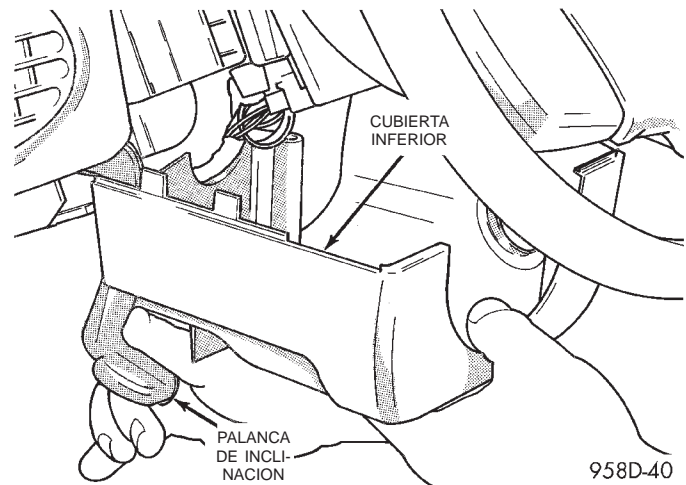

Fig. 57 Desmontaje de la cubierta inferior
(9) Sujete hacia abajo la palanca de inclinación del volante y deslice la cubierta inferior hacia adelante para extraerla de la columna (Fig. 57).